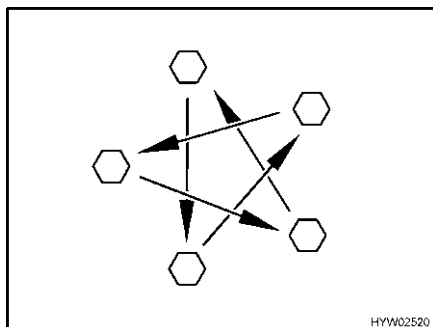

Fig. 304 Apretar las tuercas o los tornillos de las ruedas en forma de cruz
- Comprobar periódicamente que las tuercas o tornillos de las ruedas estén firmemente apretados. Reajustar en forma de cruz (Fig. 304) las tuercas o tornillos después de cambiar una rueda, al cabo de 50 km. Par de apriete, véase apartado 13.5.2.
- ▷ Apretar en forma de cruz las tuercas o los tornillos de las ruedas (Fig. 304).